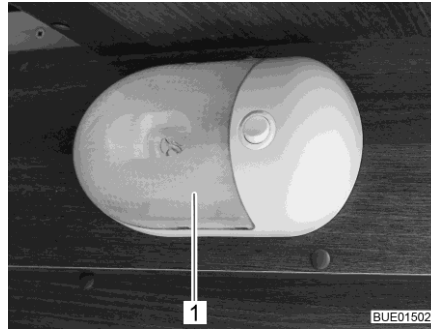

Fig. 296 Lampada a parete
- Comprimerne leggermente sui due lati la copertura trasparente (Fig. 296,1), staccarla appena dall'interruttore e tirarla in avanti.